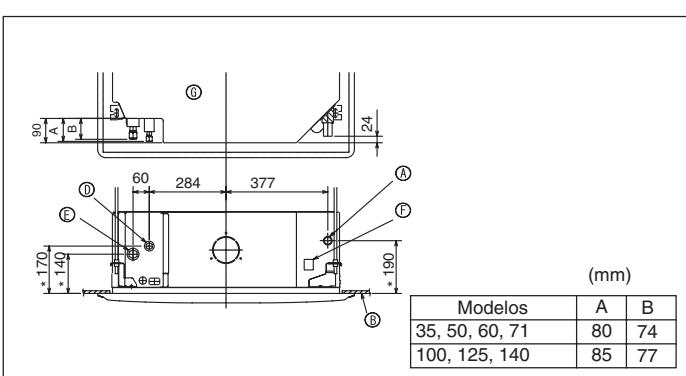

Fig. 3-3
Os números marcados com * no desenho representam as dimensões da unidade principal excluindo as da armação de funções múltiplas opcional. (Fig. 3-3)
- principal excludente das da armadura de funções múltiplas opcionais. (Fig. 3-3)